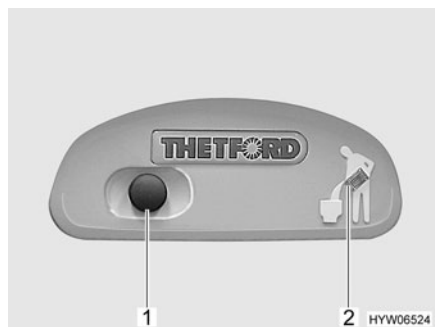
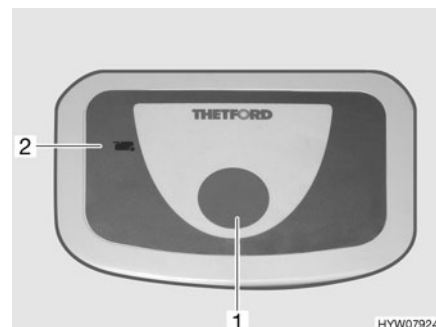

Fig. 226 Bouton pour la chasse d'eau/
Fig. 227 Bouton pour la chasse d'eau/
- Pour actionner la chasse d'eau, appuyer sur le bouton bleu (Fig. 226,1 ou Fig. 227,1) .
Le voyant de contrôle (Fig. 226,2 ou Fig. 227,2) s'allume lorsque la cassette Thetford doit être vidée.